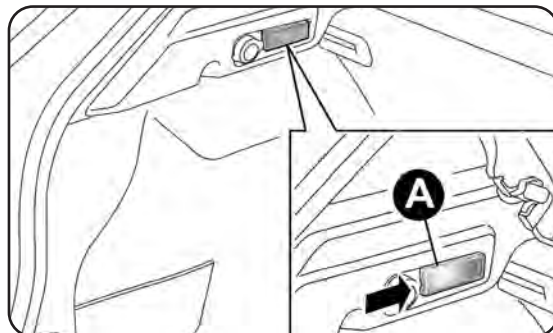

fig. 145
- apri il bagagliaio ed estrai la plafoniera A-fig. 145 agendo nel punto indicato dalla freccia;
- rimonta la plafoniera A-fig. 145 inserendola nella sua corretta posizione prima da un lato e quindi premendo sull'altro lato fino ad avvertire lo scatto di bloccaggio.